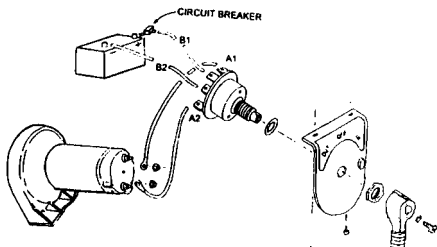

Figure 4
Superwinch offre un commutateur rotatif grand rendement à (3) positions, pièce numéro 1581. Le commutateur Superwinch a une dérivation interne qui fournit un freinage dynamique pour aider les freins du treuil. (Voir figure 4).